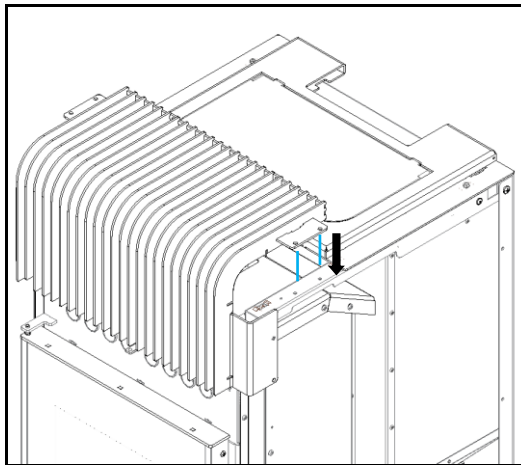

Figura 102 – Colocación de la rejilla frontal
b) Adjuntar la rejilla delantera haciendo coincidir los orificios de la rejilla con los orificios de los equipos (Figura 102).